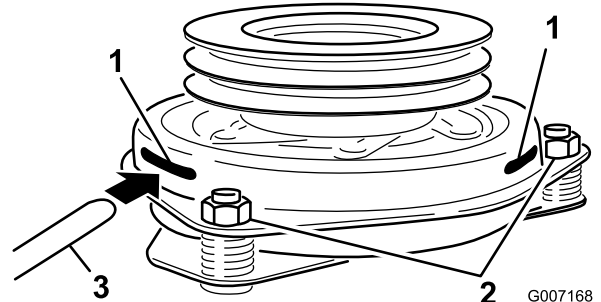

Figura 57
10. Apriete las contratuercas hasta fijar ligeramente la galga pero dejando que ésta se pueda mover con facilidad en la separación (Figura 57).
9. Introduzca una galga de 0,381–0,533 mm (0,015–0,021 pulg.) por una ranura de inspección en el lateral del conjunto. Asegúrese de ubicarla entre las superficies de fricción del rotor y el inducido (Figura 57).